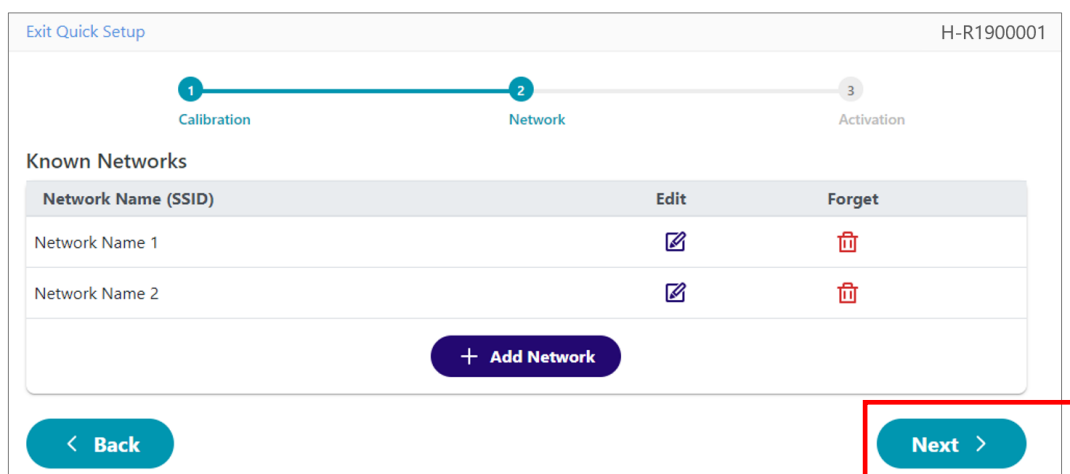

Fig 32. Étape de la procédure d'activation
10. Cliquez sur (Fig 32). Cela ouvrira la page suivante : **Next**